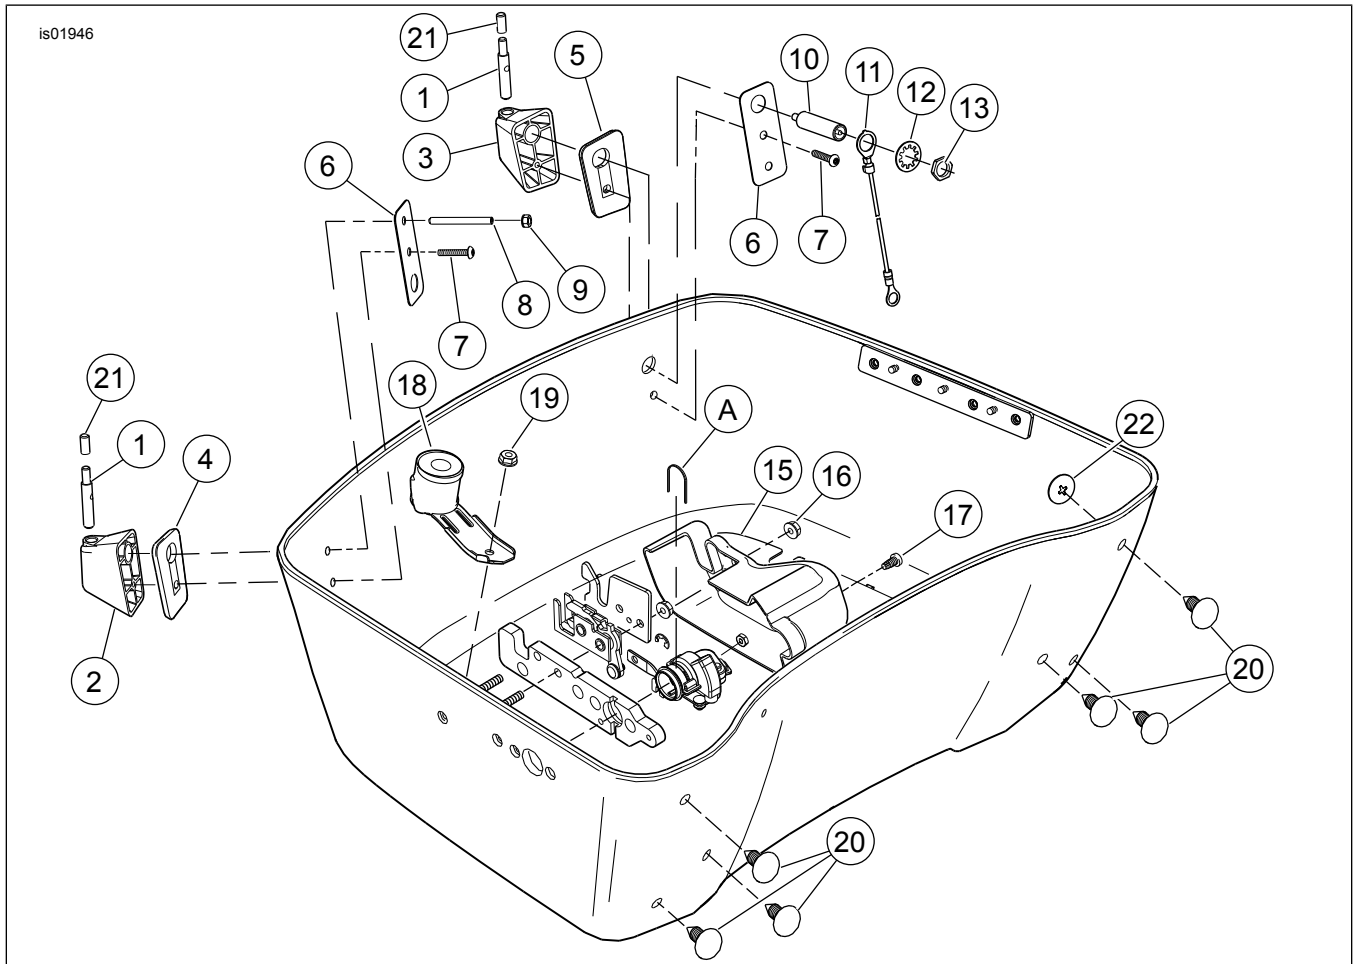

Figura 6. Piezas de servicio para el kit de instalación del Tour-Pak (inferiores)
13. Vea la Figura 6. Instale seis tapones de agujero (20) dentro de los seis agujeros en la parte delantera del Tour-Pak como se muestra, después instale seis arandelas de agujero (22) sobre los extremos de los tapones de agujero.